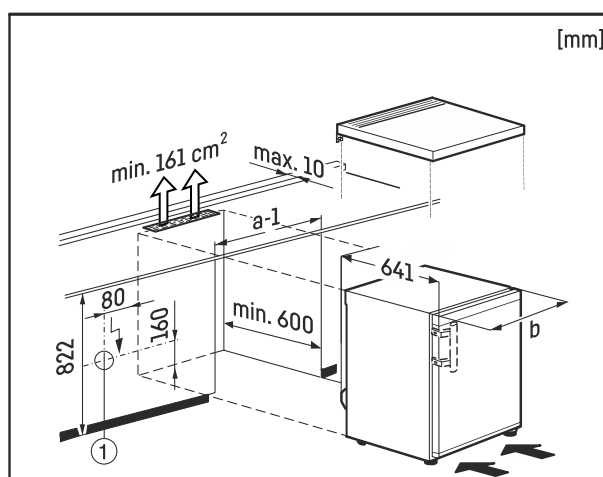

Fig. 8
Priza de alimentare Fig. 8 (1) trebuie, în acest caz, să fie instalată în afara zonei din partea posterioară a aparatului și să fie ușor accesibilă.